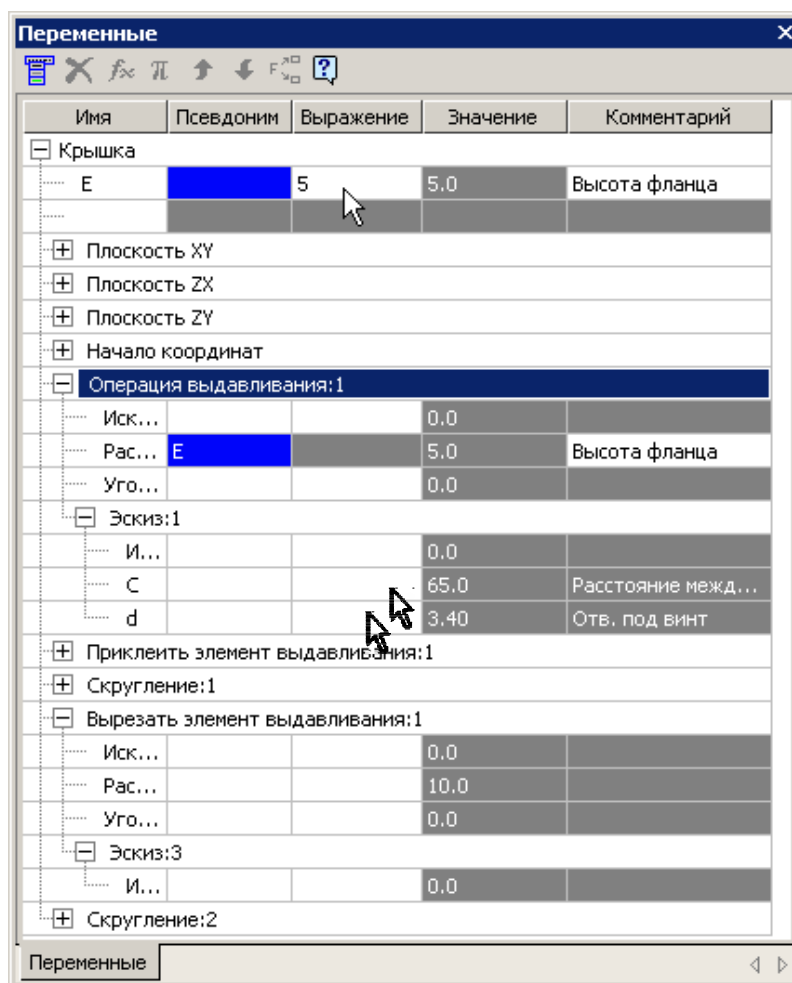

Рис. 6
- Для детали «Крышка» введите необходимые значения в графу «Выражение» для переменных E , и C , рис. 6. Отредактируйте свойства детали (обозначение, наименование, материал).